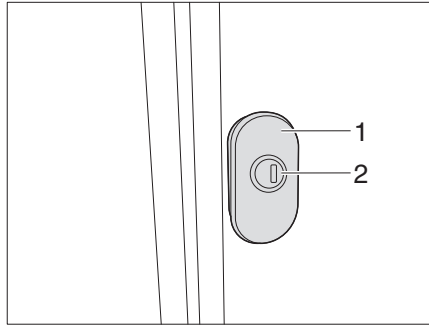
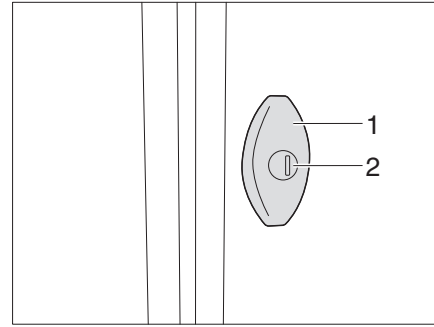

Fig. 56 Manopola di chiusura girevole (variante 1)
Fig. 57 Manopola di chiusura girevole (variante 2)
- Tirare la manopola di chiusura girevole (Fig. 56/Fig. 57,2)e ruotare di 180° in senso antiorario. Lo sportello esterno è aperto.